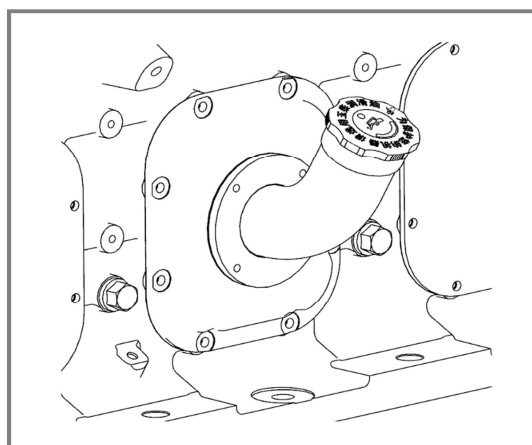

Рис. 5-1 Маслозаливное отверстие
1) Откройте крышку маслозаливной горловины, см. рисунок 5-1.